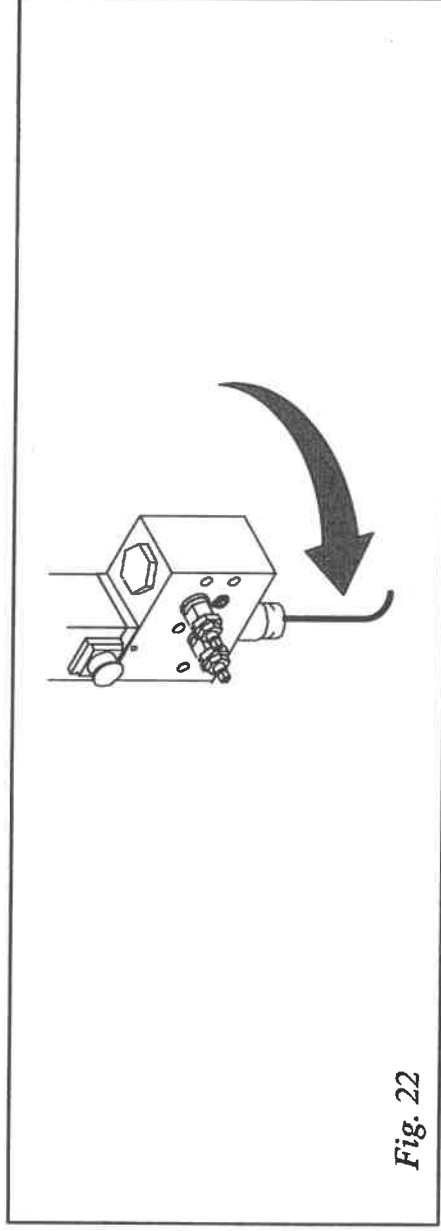

Fig. 22
a) La rupture du câble d'acier (code 01001567, tav.4) provoque la montée d'immédiat du bras au-delà de la limite maximum (Fig. 22). Il faut éteindre le moteur d'immédiat et remplacer la pièce endommagée.